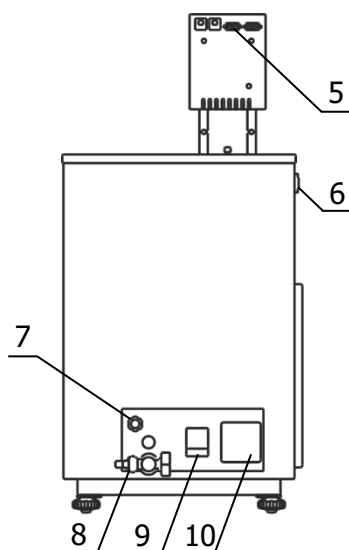

Рисунок 5 — Задняя панель ванны термостата
2.2.5 К переливному штуцеру 7 (рисунок 5) присоединить гибкий шланг, второй конец которого опустить в емкость для сбора излишков теплоносителя объемом 1.5–2 литра.
2.2.7 Вставить вилку сетевого кабеля блока регулирования в розетку 10 (рисунок 5). Соединить кабелем из комплекта поставки блок регулирования (разъем 5) и холодильную машину (разъем 6). Сетевой кабель термостата подключить к питающей сети напряжением 220 В. Для этого в лабораторном помещении должна быть установлена электрическая розетка из комплекта поставки термостата.
2.2.8 Автоматический выключатель 9 (рисунок 5) перевести в положение «включено».
2.2.9 Включить блок регулирования в соответствии с документом ТКЛШ 3.222.009-22 РЭ «Блок регулирования температуры погружной циркуляционный М10М серии МАСТЕР». При работе циркуляционного насоса уровень теплоносителя в рабочей ванне поднимается и теплоноситель начинает равномерно переливаться в дополнительную ванну. При этом уровень теплоносителя в основной ванне падает, что может привести к срабатыванию защиты от недостаточного уровня теплоносителя. Доливать теплоноситель следует до момента начала слива из переливного штуцера 7 (рисунок 5).
2.3.2 При работе термостатов на температурах, близких к нижней границе диапазона воспроизводимых температур, необходимо доливать теплоноситель до момента слива из переливного штуцера 7 (рисунок 5) при его охлаждении на каждые 10 °С.
2.4.5 Надеть сливной шланг из комплекта поставки на сливной кран 8 (рисунок 5) и закрепить его хомутом. Свободный конец шланга опустить в емкость для сбора теплоносителя объемом, превышающим объем термостата.